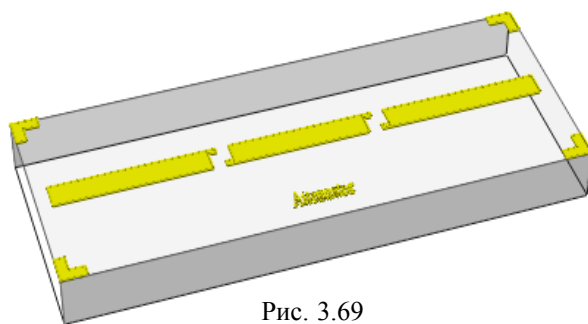

Рис. 3.69
9. Щёлкните по значку **View 3D Layout** на панели инструментов, чтобы просмотреть 3-х мерное изображение платы (рис. 3.69).